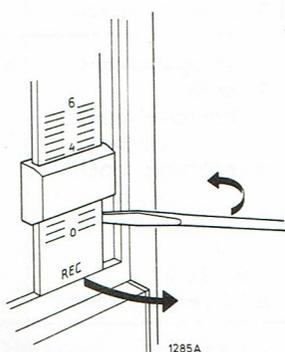

Fig. 3
**INSTRUCTIONS POUR LA REPARATION** (fig. 3, 4, 31 et 32)**Remplacement des commutateurs et des canaux lumineux**
- Dessouder les fils de connexion de la lampe, rabattre le canal lumineux 139 (140) vers l'arrière et l'extraire du panneau amplificateur.
**Remplacement des barrettes indicatrices avec coulisse 160** (fig. 3)